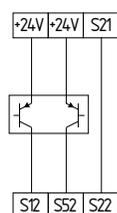

Fig. 13
**Controllo a due canali di dispositivo elettronico di protezione di sicurezza (basato su microprocessori) con uscite a semiconduttore a commutazione P, ad es. dispositivi AOPD's secondo EN IEC 61496 (vedere Fig. 13)**